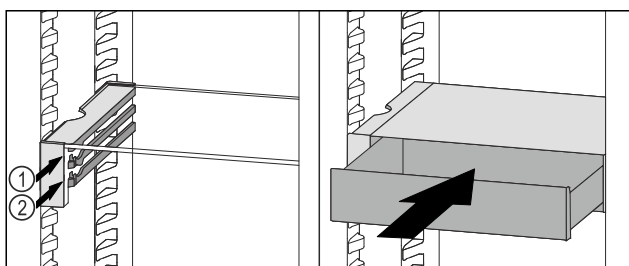

Fig. 197
- Uždėkite VarioSafe stalčių už stabdiklių ant norimos briaunos Fig. 197 (1) arba Fig. 197 (2).